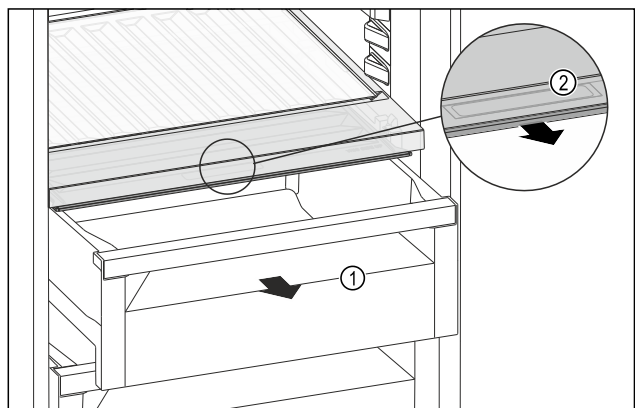

Fig. 185
- ▶ Schubfach Fig. 185 (1) herausziehen.
- ▶ Griffmulde Fig. 185 (2) am Fachdeckel anfassen und Fachdeckel gleichzeitig nach vorne ziehen.